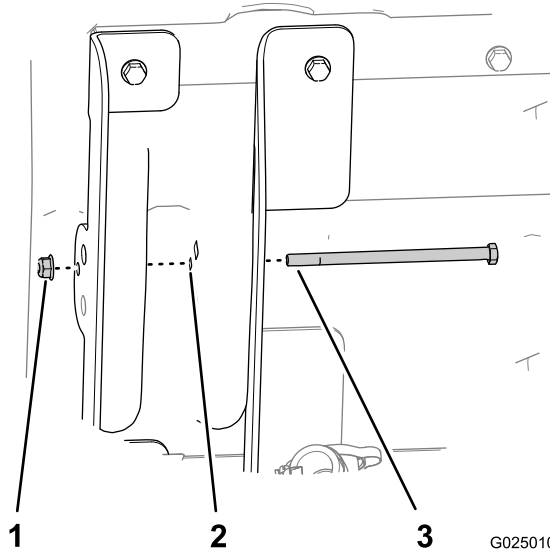

図 6
- 図 6に示すように、六角ヘッドボルト（5/16 x 5-1/2 インチ）を、内側荷台ブラケット（長いフランジ）、荷台、外側荷台ブラケット（短いフランジ）の小さい方の穴に通す。
- フランジナット（5/16 インチ）でボルトを手締めする（図 6）。
9. ボルト (5/16 インチ) を固定しているフランジナットを軽く締める (図 6)。